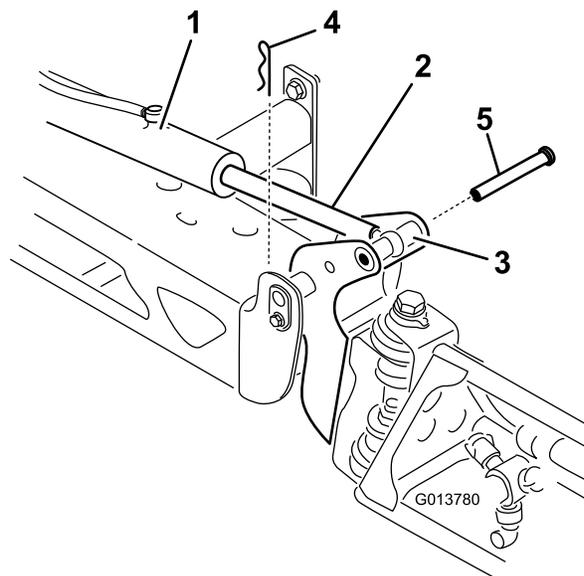

Рисунок 64
2. Извлеките шплинт из оси поворота (Рисунок 64).
3. Поднимите стрелу, извлеките штифт и медленно опустите стрелу на землю (Рисунок 64).
7. Удерживая стрелу, проденьте штифт сквозь ось поворота стрелы и шток привода (Рисунок 64).